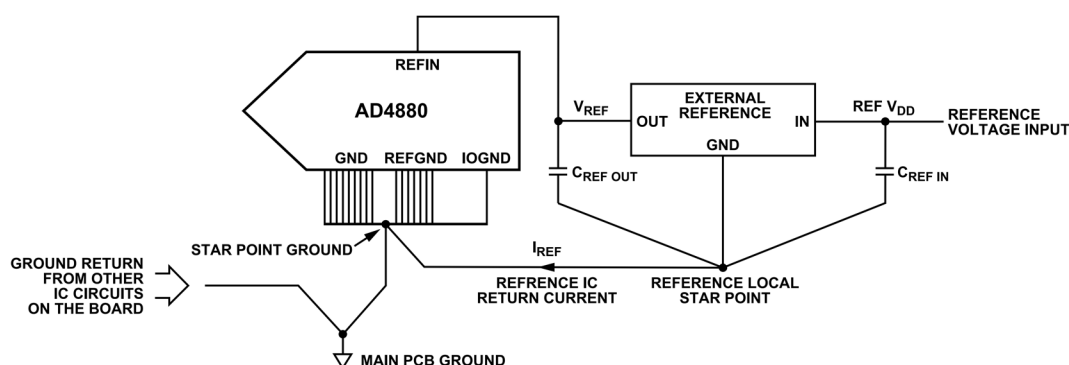

図 143. AD4880 外部リファレンスのグラウンド接続
- ▶ 図 143 に、グラウンド (GND)、リファレンス・グラウンド (REFGND)、およびデジタル・グラウンド (IOGND) の推奨される接続を示します。リファレンス IC の電流帰還経路を、PCB 上の他の回路からの電流帰還ループと同じ電流ループ内に保持しないことを推奨します。図 143 に示すように、リファレンスのローカル・スター・ポイントを PCB の最上層の ADC スター・ポイント・グラウンドに接続します。